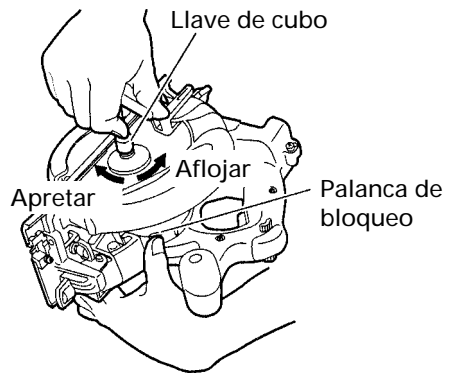
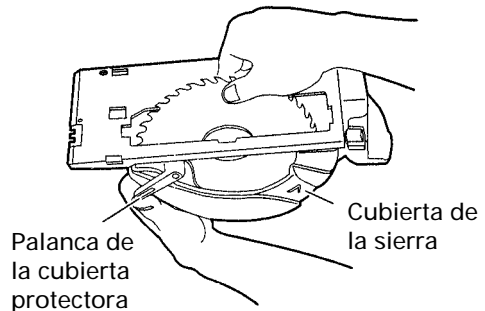

Fig. 18
Fig. 19
- (1) Ajuste la velocidad de corte al máximo, y coloque la sierra circular como se muestra en la Fig. 18.
- (2) Presione la palanca de bloqueo, bloquee el eje, y extraiga el perno de cabeza hexagonal y la arandela (B1) con la llave de cubo.
- (3) Sujetando la palanca de la cubierta protectora de forma que la hoja de sierra quede completamente al descubierto, extraiga la hoja de sierra. (Fig. 19)